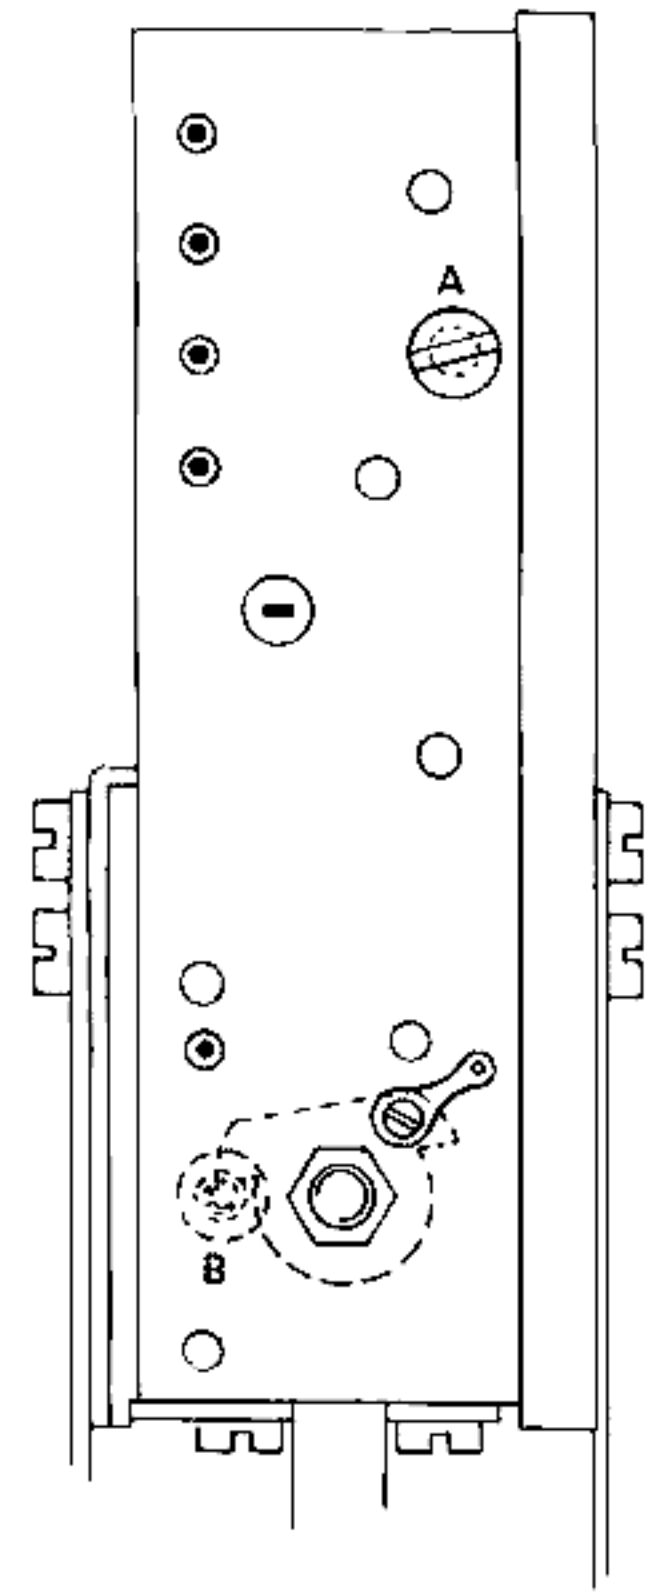

Fig. 3
- Verwijder de schroef uit het gat B en plaats deze in het gat A (fig. 3).
- Draai de schroef uit het gat A en draai deze in het gat B (fig. 3).
- Draai de schroef van het gat A in het gat B (fig. 3).